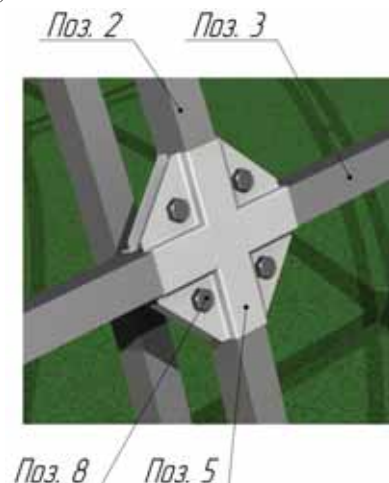

Рис. 8. Монтаж крепления-спайдер «Х-образного»
6. Закрепить на дугу (Поз.2) крепление-спайдер «Х-образный» (Поз.5) (не затягивать) (рис.8).